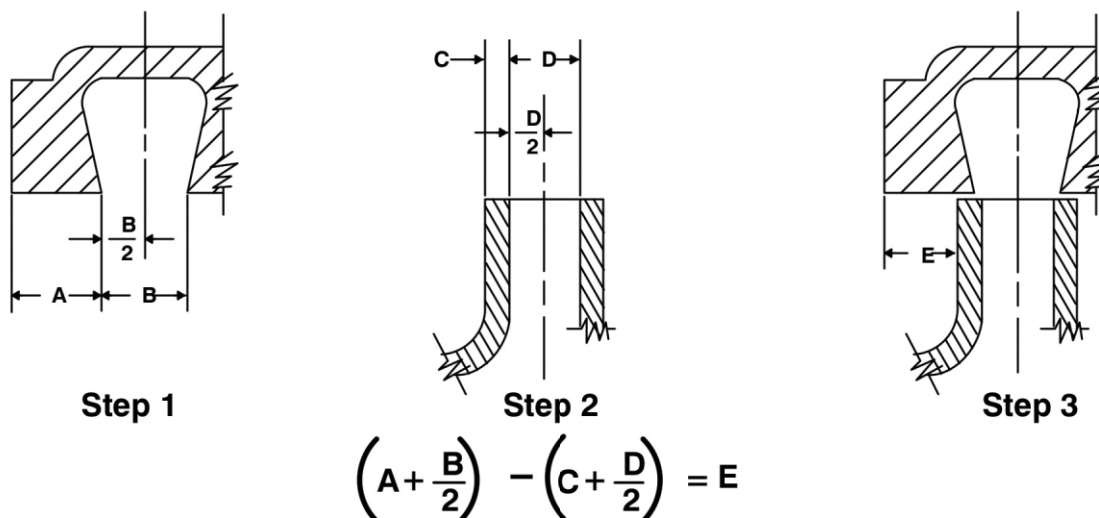

Figura 3. Propulsor de centrado dentro de la espiral de la placa de paletas
Para verificar la colocación del propulsor, mida la placa de paletas y el propulsor como se muestra en la Figura 3. Utilice estas mediciones para calcular la ubicación requerida del propulsor (dimensión E). Agregue o retire los calces de ajuste (8) del propulsor hasta obtener la dimensión E.